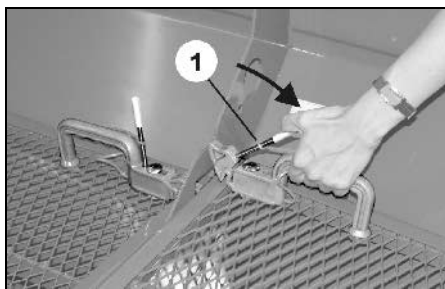

Fig. 12
- (Fig. 12/1) Frigöringsläge för att fälla upp skyddsgallret
2. Använd handtaget för att vrida frigöringsverktyget (Fig. 12).